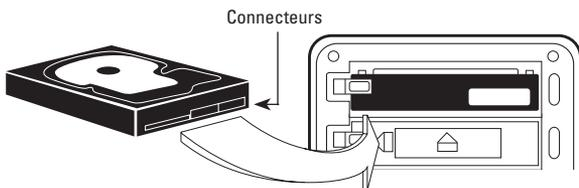
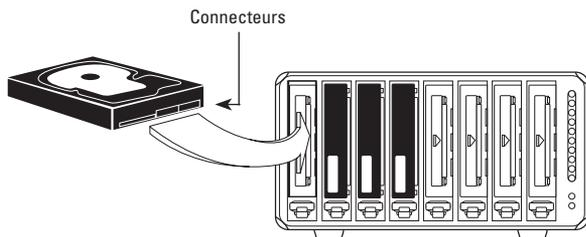

Figure 1 : Installation des disques durs sur un Drobo FS
Figure 2 : Installation des disques durs sur un Drobo B800fs
2. D'une main, maintenez le disque dur pour positionner ses connecteurs vers l'appareil et vers le bas pour Drobo FS (voir Figure 1), ou vers la gauche pour Drobo B800fs (voir Figure 2).